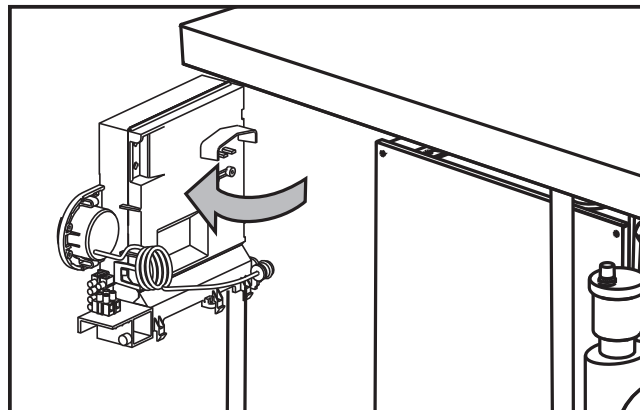

fig. 21
3. Desenrosque el tornillo y gire el panel de mandos (fig. 21).